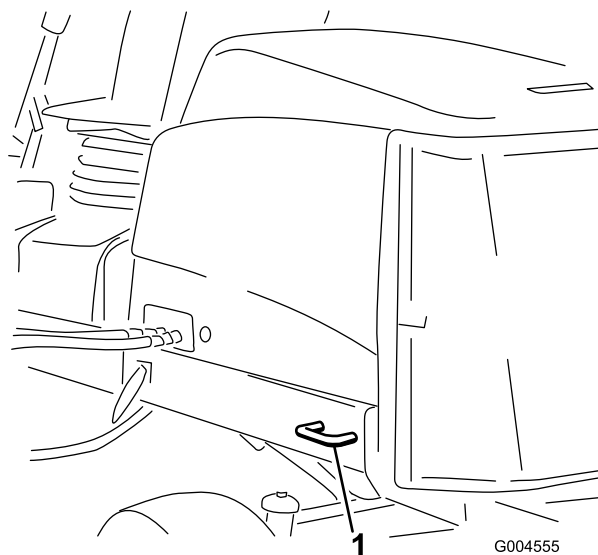

Figura 97
- **Parte trasera de la máquina** – a cada lado de la máquina, en el bastidor trasero (Figura 97).